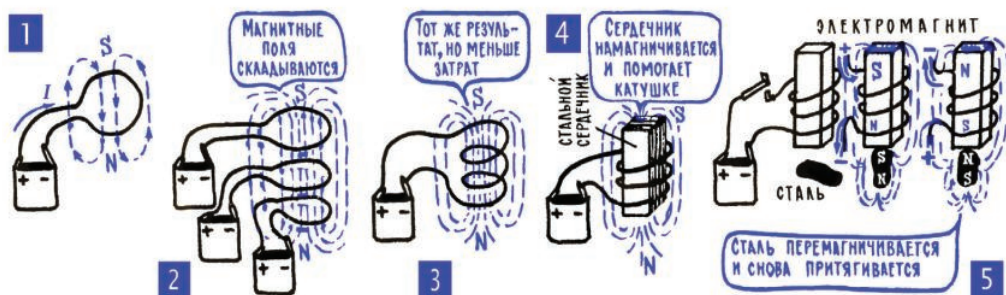

Рис. 5.3. Магнитные свойства катушки с током
**5. Катушка:** ток последовательно проходит по нескольким виткам провода, и их магнитные поля суммируются. Если можно складывать магнитные поля отдельных участков проводника, свернув его в кольцо, то, конечно, можно еще больше усилить суммарное магнитное поле, если свернуть из проводника несколько колец и сблизить их (рис. 5.3; 1). Такой спиралевидный элемент называют катушкой индуктивности или просто катушкой. Ясно, чем больше витков у катушки, тем сильнее ее суммарное магнитное поле. А кроме того, поле, как всегда, зависит от тока, и поэтому способность катушки создавать магнитное поле (при данной конкретной величине тока) иногда оценивают ампер-витками – произведением тока  $I$  в амперах на число витков  $w$ .
**6. Ферромагнитные и парамагнитные вещества в разной степени усиливают магнитное поле, диамагнитные ослабляют его.** Можно во много раз усилить магнитное поле катушки, если вставить в нее сердечник (рис. 5.3; 4) из так называемых ферромагнитных веществ. К их числу относятся железо (сталь, чугун), никель, кобальт, редкоземельные элементы (гадолиний, диспрозий, тербий и др.), а также некоторые специальные сплавы и специальная керамика, содержащая окислы железа и кобальта. Мощные постоянные магниты в настоящее время делают из сплава элемента ниобия с железом и бором или самария с кобальтом.
От того, что переменная ЭДС двигает заряды в разные стороны то туда, то обратно, работоспособность этих зарядов ничуть не уменьшается. Они так же, как при однонаправленном, одностороннем движении, сталкиваются с атомами вещества, нагревают его, заставляют светиться. И магнитное поле переменный ток создает не менее успешно, чем постоянный, только направление этого магнитного поля непрерывно меняется: как только сменится направление тока, так поменяются местами северный и южный полюсы электромагнита. Во многих случаях эту неприятность научились обходить – существуют, в частности, двигатели переменного тока, которые работают ничуть не хуже, чем двигатели постоянного тока. В других же случаях замена «севера» на «юг» вообще не имеет значения. Вот пример. Электромагнит притягивает стальную деталь потому, что он намагничивает ее и тянет к себе, как обыкновенный магнит (рис. 5.3; 5). Если же в обмотке электромагнита протекает переменный ток, то одновременно с изменением магнитного поля самого электромагнита меняется направление намагниченности стальной детали, и ее притягивание не прекращается.